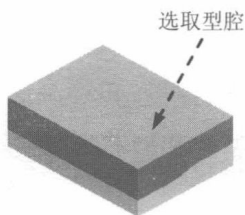
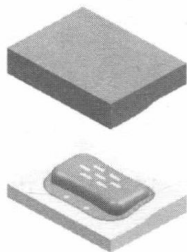

图 1.16 选取移动对象
图 1.17 移动型腔
(1) 创建爆炸图。选择下拉菜单**装配(A)** → **爆炸图(X)** → **新建爆炸(N)** 命令，系统弹出“新建爆炸”对话框，采用系统默认的名称，单击**确定**按钮。
(2) 编辑爆炸图。选择下拉菜单**装配(A)** → **爆炸图(X)** → **编辑爆炸(E)** 命令，系统弹出“编辑爆炸”对话框；选取如图 1.16 所示的型腔为移动对象；选中 **移动对象** 单选项，选取 Z 轴为移动方向，在**距离**文本框中输入数值 100，按 Enter 键确认，移动结果如图 1.17